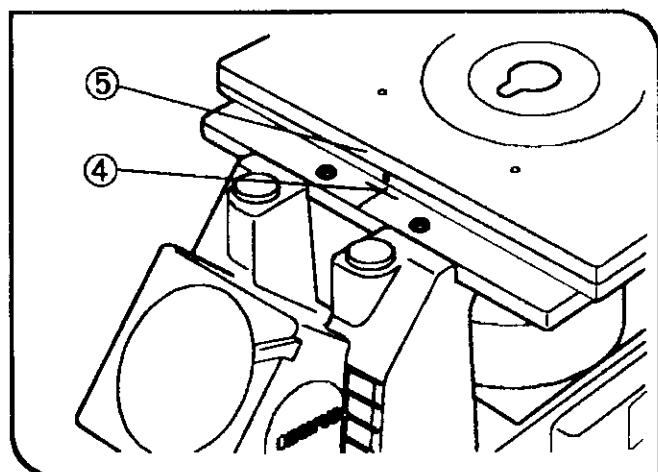

图 91
3. 将载物台中心对齐定位线 1 与载物台上部的边缘 5 对齐（图 91）